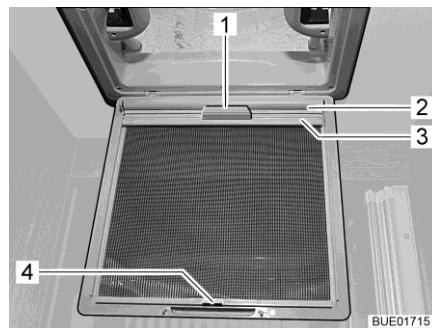

Bild 86 Mörkläggningsrullgardin (taklucka)
- Drag ut mörkläggningsrullgardinen (Bild 86,2) med handtaget (Bild 86,1) och haka i fästlistan (Bild 86,3) i kroken (Bild 86,4) på insektsskyddet.
- Lossa fästlistan (Bild 86,3) från kroken (Bild 86,4) och dra långsamt tillbaka mörkläggningsrullgardinen (Bild 86,2) med handtaget (Bild 86,1).